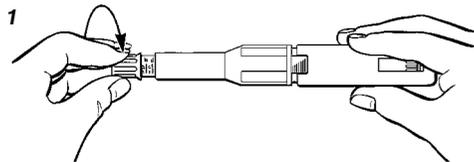

FIG 2
- Refer to Table 1 – note the depth adjustment scale mark for your particular syringe and screw the depth adjuster in (or out) until this scale mark is in line with the end of the syringe housing (**Fig 2**). This sets the depth of needle penetration to 6mm.
- Se référer au Tableau 1. Veillez noter la graduation de l'adaptateur de profondeur pour votre type de seringue, puis visser ou dévisser l'adaptateur de profondeur jusqu'à ce que cette graduation soit alignée avec l'extrémité du porte seringue (**Fig 2**). Ceci règle la profondeur de pénétration de l'aiguille à 6mm.